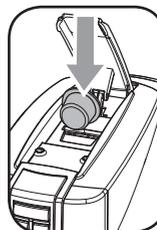

Fig.2
- 9- Introduceți capsula conform indicației din figură (Fig.2).